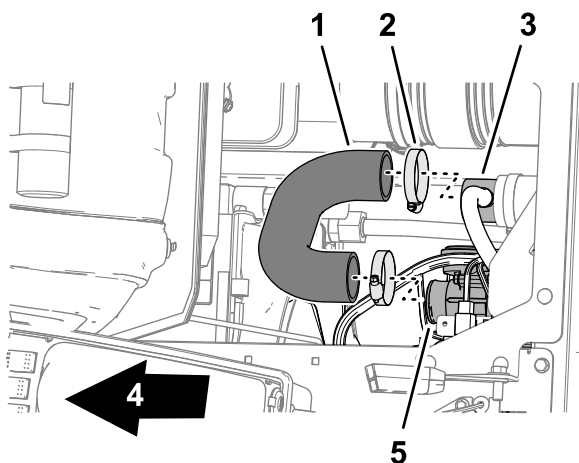

Figura 1
2. Nella zona sotto al sedile del passeggero, rimuovete le 2 fascette stringitubo che fissano i flessibili del filtro dell'aria al tubo di sfiato a T e all'entrata del corpo farfallato (Figura 1).